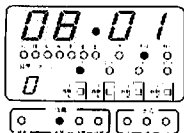

図5-3
- ④「▲」「▼」キーで“10”日にし、(図5-3)「▷」キーを押してください。